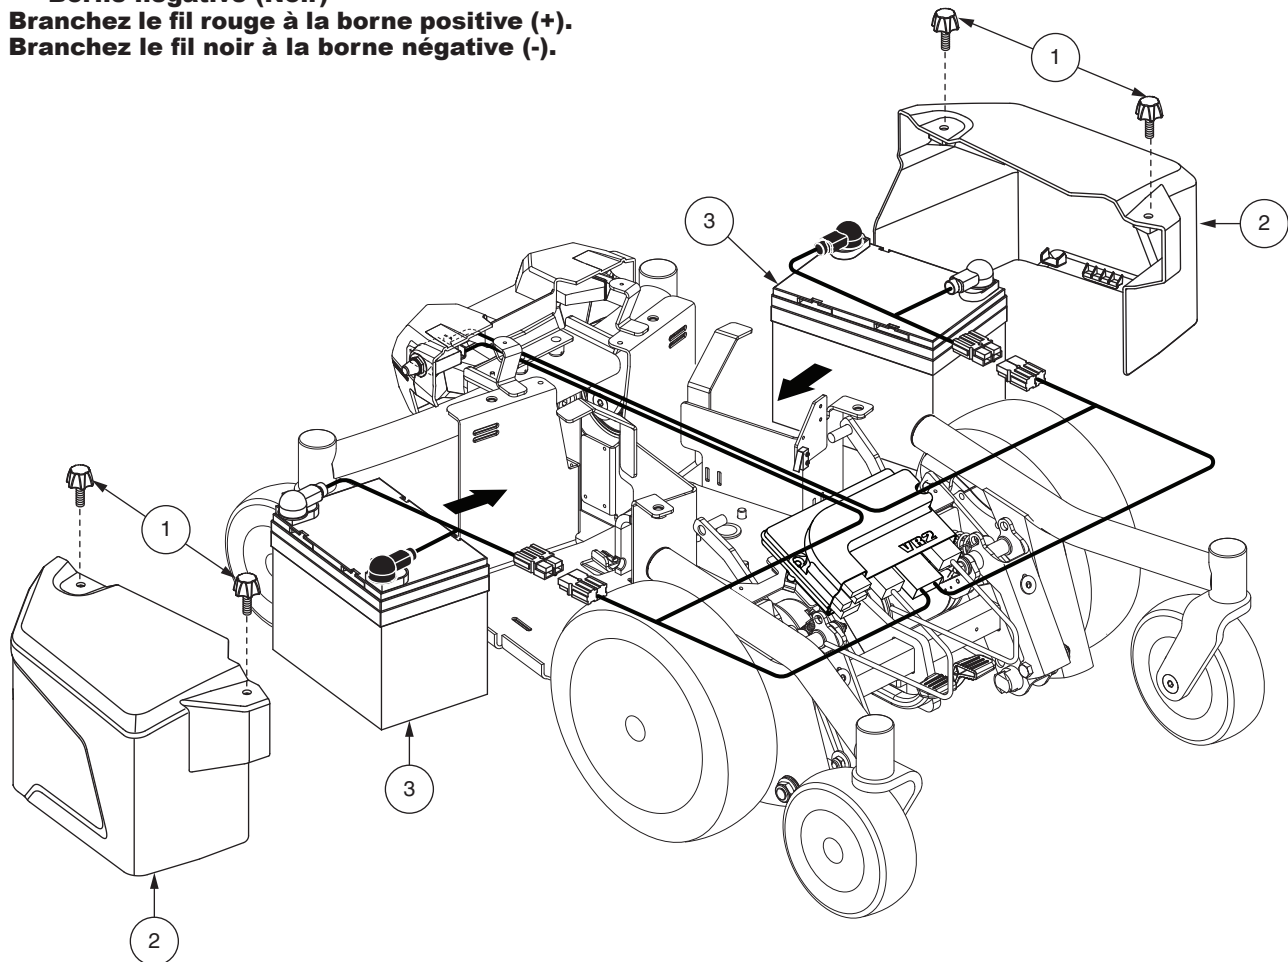

Figure 17. Installation des batteries (Siège retiré pour plus de clarté)
4. Desserrez les vis à ailettes sur les côtés de la base motorisée et retirez les couvercles latéraux. Voir la figure 17.
5. Débranchez les câbles de la batterie de la base motorisée. Voir la figure 17.
7. Démontez les fils des vieilles batteries pour les installer sur les nouvelles. Assurez-vous que les connexions soient dans la bonne direction. Voir la figure 17.
8. Placez les batteries sur la base motorisée en prenant soin de placer les bornes face aux côtés de la base. Voir la figure 17.